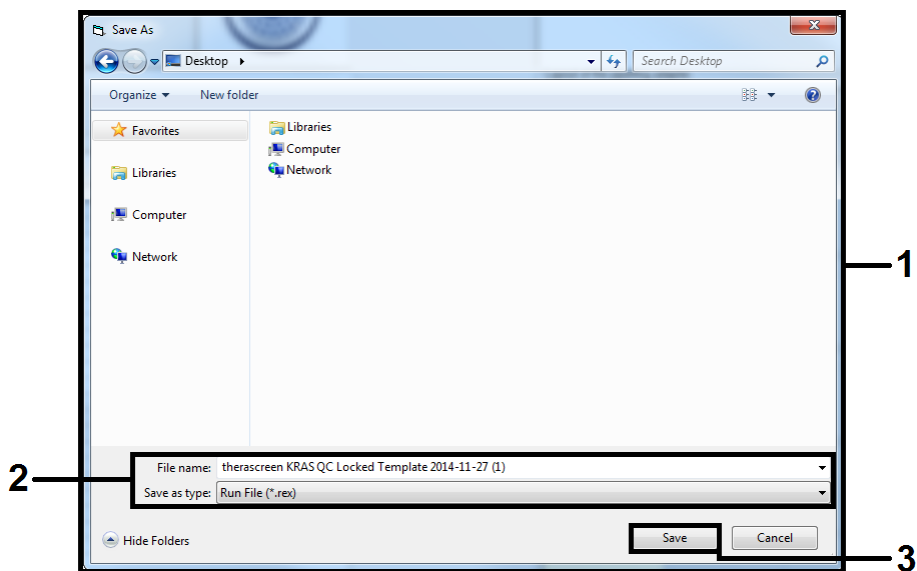

Figura 17. Guardado del archivo de ejecución.
18. En la ventana Save As (Guardar como), seleccione un nombre de archivo adecuado y guarde la serie de PCR como un archivo de ejecución *.rex en la ubicación seleccionada (figura 17).